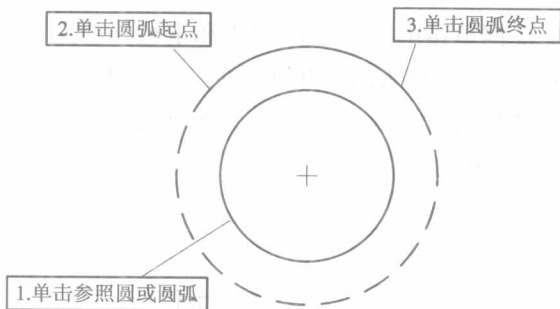

图 2-10 草绘同心圆弧
(2) 同心圆弧：单击草绘同心圆弧图标 ，首先单击参照圆或圆弧，以确定草绘同心圆弧的圆心，然后分别单击圆弧的起点和终点，如图 2-10 所示。